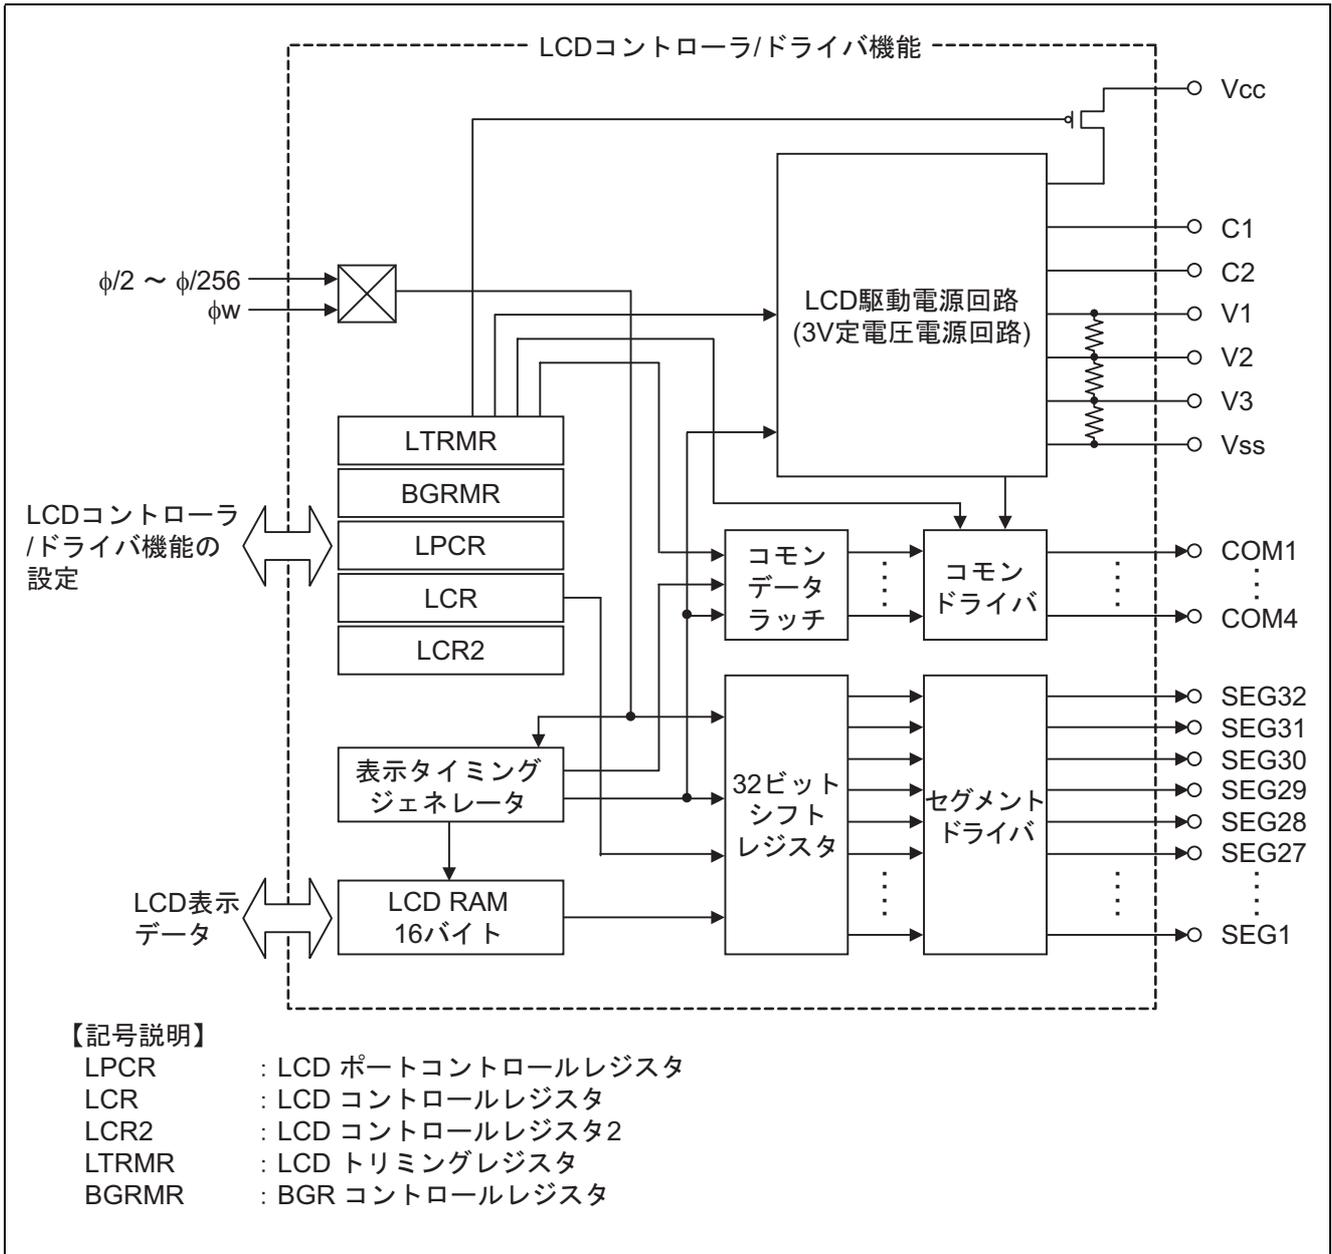

図2 LCDコントローラ/ドライバ機能のブロック図
(1) LCD コントローラ / ドライバの各機能について説明します。また、図 2 に LCD コントローラ / ドライバ機能のブロック図を示します。